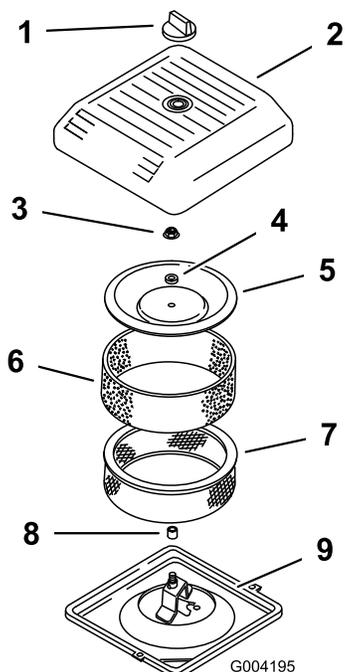

図 14
2. エア・クリーナのカバーを固定しているノブを外し、カバーを取り出す(図 14)。
3. ペーパー・エレメントについているスポンジ・エレメントを注意深く外す(図 14)。
4. カバー・ナットを外し、カバー、スペーサ、ペーパー・エレメントを外す(図 14)。
2. エア・クリーナのベースにエア・クリーナ・アセンブリを取り付ける (図 14)。
3. カバーとスペーサを元どおりに取り付け、ナットで固定する (図 14)。ナットを 95 inch-lb (1.0 kg.m) にトルク締めする。
4. エア・クリーナのカバーを元通りに取り付け、ノブで固定する (図 14)。